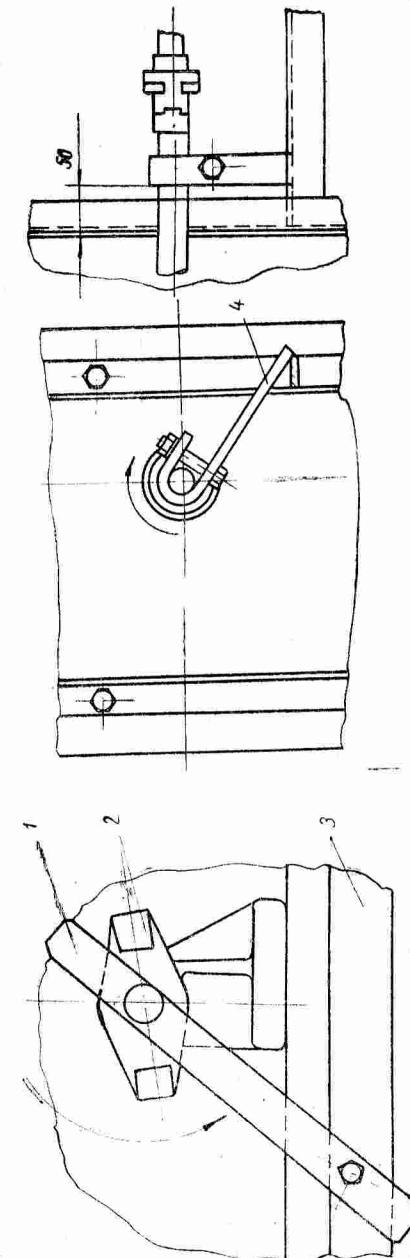

Рис. 17. Установка упоров для транспортировки выключателей ВМ-35-600 и ВМД-35-600:
19. Помимо наружного осмотра, нужно произвести внутренний осмотр выключателя и привода. Для этого выключатель необходимо предварительно отключить, а баки его опустить с помощью лебедки. Для приведения выключателя в отключенное положение следует осторожно вынуть подпорку рычага, заложенную в вилку выключателя (рис. 17).